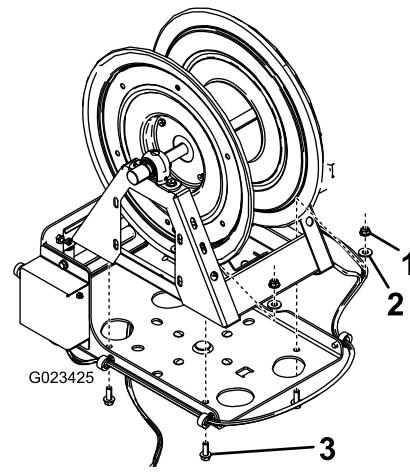

図 11
5. 図 11 のように、ホースリールをスイベルプレートに固定するボルト 3/8-16 インチ 4本、ワッシャ 7/16 インチ 4枚、フランジナット 3/8-16 インチ 4個を使用する。